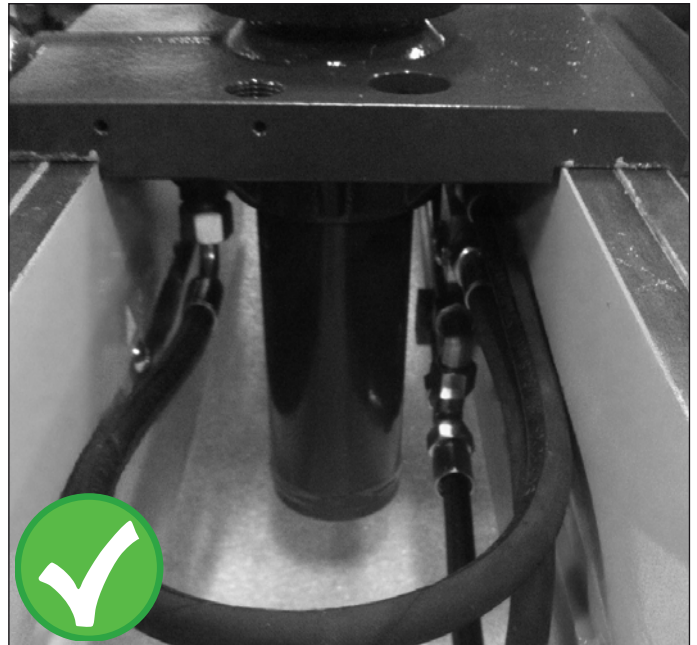

fig. 2
6. Verbinden Sie den Hydraulikschlauch mit dem Zylinder, legen Sie den Schlauch in eine sanfte Kurve um den Zylinder (Bild 2+3).